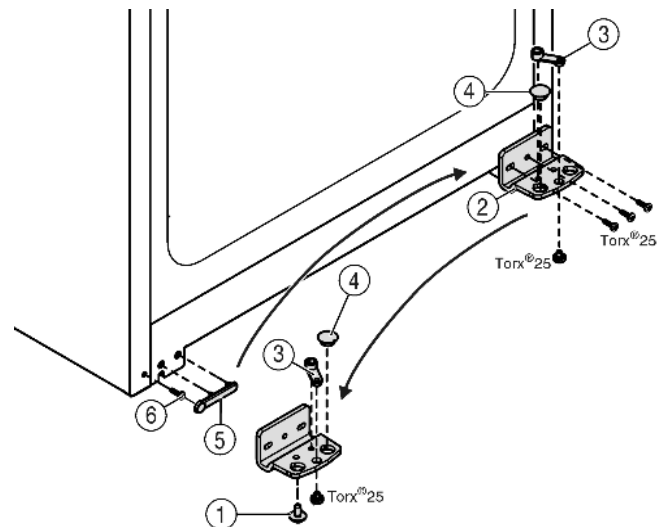

Fig. 5
- ▶ Lagerbock *Fig. 5 (2)* abschrauben.
- ▶ Lagerteil *Fig. 5 (3)* abschrauben und in das gegenüberliegende Aufnahmeloch des Lagerbocks umsetzen, wieder festschrauben.
- ▶ Stopfen *Fig. 5 (4)* aus dem Lagerbock herausnehmen und in das gegenüberliegende Aufnahmeloch des Lagerbocks umsetzen.
- ▶ Griffseitige Abdeckung *Fig. 5 (5)* vorsichtig abheben.
- ▶ Schraube *Fig. 5 (6)* herausdrehen und auf der Gegenseite wieder einsetzen.
- ▶ Abdeckung *Fig. 5 (5)* wieder aufsetzen.
- ▶ Lagerbock Fig. 5 (2) auf der neuen Scharnierseite **fest (mit 4 Nm)** ggf. mit Hilfe eines Akkuschraubers wieder festschrauben.